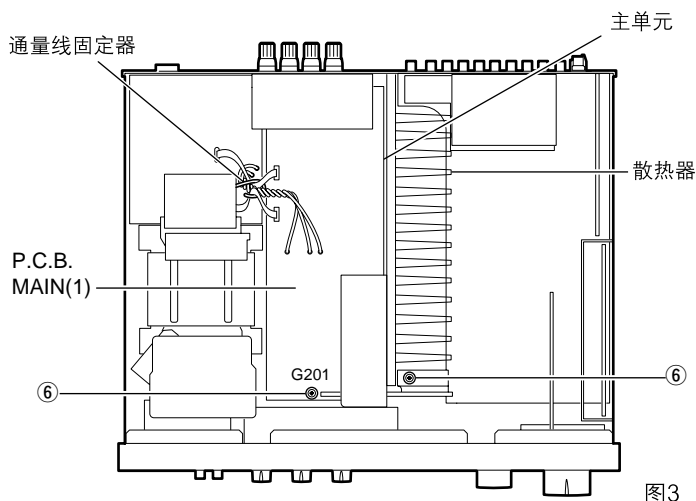

图3
d. 将固定PC.B. MAIN(1)的配线的通量线卸下。(图3)
- e. 将固定主单元的⑥的2个螺钉卸下。(图3)